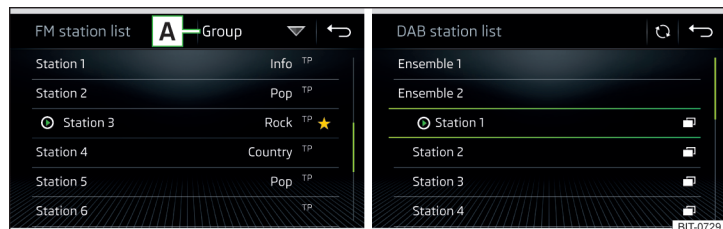

Fig. 129 Exemplu de listă a posturilor de radio FM/DAB disponibile
- ▶ Pentru **sortarea** (FM) posturilor de radio în ordine alfabetică, după grupă sau gen, atingeți suprafața de comandă funcții **A** » fig. 129 » **I**.
- ▶ Pentru **filtrarea** posturilor în funcție de tipul programului (de ex. cultural, muzical, sportiv etc.), atingeți în lista de posturi FM (cu funcția RDS activată) și în lista de posturi DAB (la selectarea sortării alfabetică a listei de posturi) suprafața de comandă funcții **A** » fig. 129.
În benzile de frecvențe **AM** și **DAB**, actualizarea se face manual, prin apăsarea tastei funcționale **C** » fig. 129.